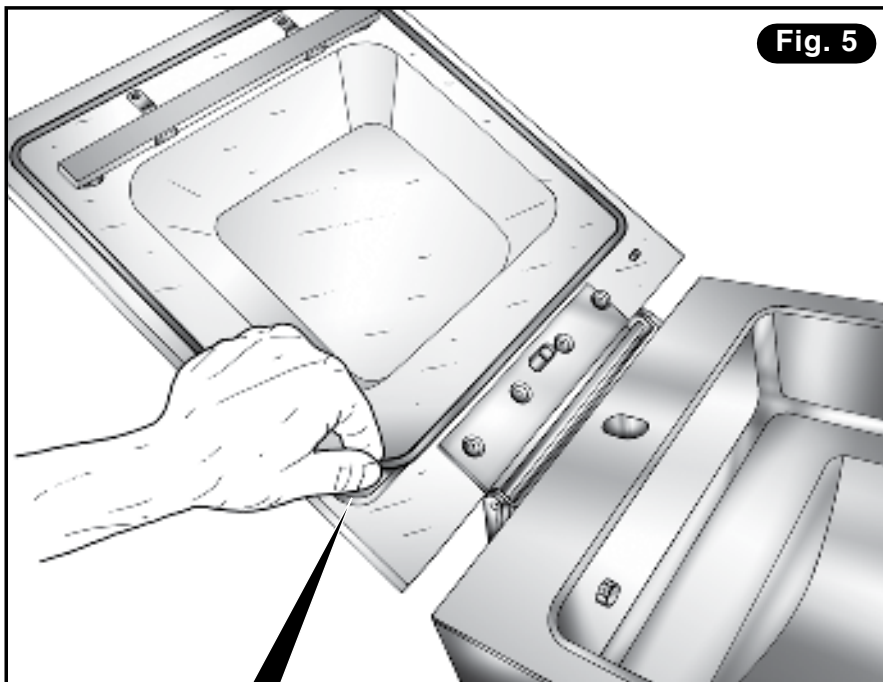

Fig. 5
- 4) Alte Dichtung aus ihrer Nut entfernen. Mit einem neutralen Reiniger die Dichtungsnut sorgfältig reinigen (**Abb. 5**).
- 3) Elastischen Ring vom Befestigungsstift des Kolbens entfernen (**Abb. 5**).